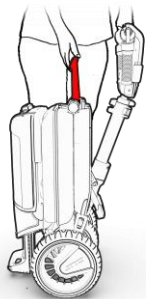

Figura 7
5. Sostenga el ATTO por la manija principal y el manillar (ver Figura 7).